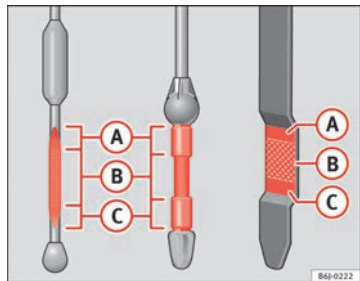

Fig. 159 Varilla de medición del nivel de aceite
- A continuación, vuelva a extraerla y compruebe el nivel de aceite ⇒ fig. 159. En caso necesario, reponga aceite del motor.